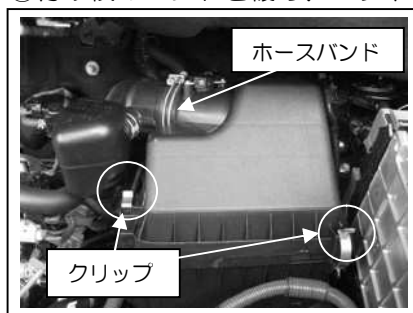

図 1
- ① クリップ 4ヶ所を外しグリル上のカバーを取り外し、バッテリーを取り外します。
- ② エアフロカプラー、クリップを外し、ホースバンドを緩めクリーナーBOX 上側を外します。図 1 参照